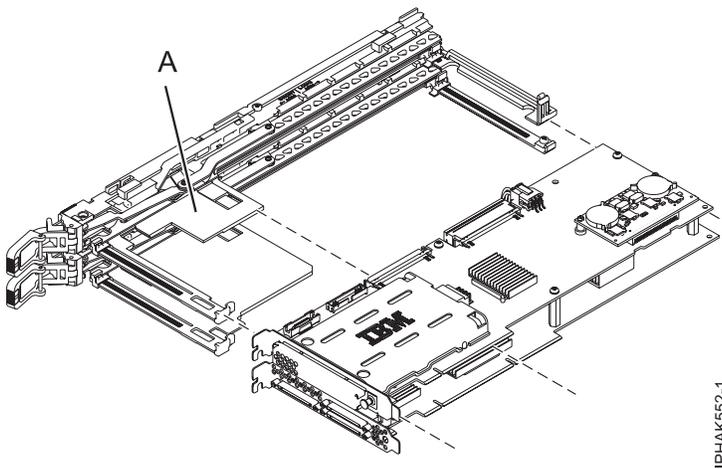

Figura 54. Colocando o adaptador duplicado no conjunto do cassete
3. Alinhe o adaptador duplicado com o conjunto do cassete para que o espaçador (A) no conjunto do cassete se ajuste entre os dois lados do adaptador duplicado. Posicione o cassete no adaptador. Consulte Figura 54.